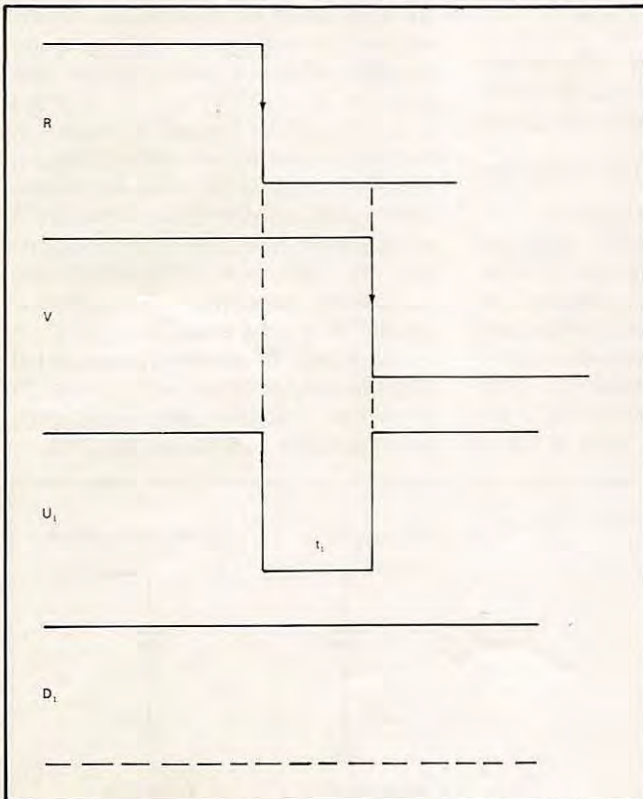

FIGURE 5
* Considérons la figure 5.
* Remarquons que, pour une situation donnée (figure 5 ou 6), on ne peut pas dire s'il y a une avance de phase (soit de φ) ou un retard (de $2\pi - \varphi$). Tout dépend en fait de ce qui s'est passé « avant ». Dans les 2 cas cependant, il y aura asservissement, mais le phénomène transitoire ne sera pas le même.